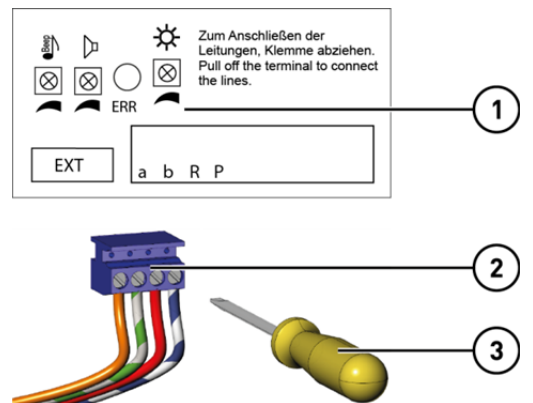

Abb. 7: Leitungen anschließen
- ▶ Schließen Sie die Leitungen (a, b, R und P) gemäß Beschriftung **(1)** an (Abb. 7).